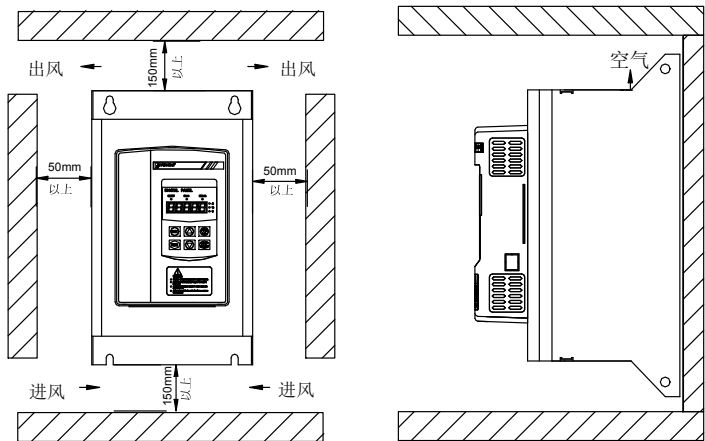
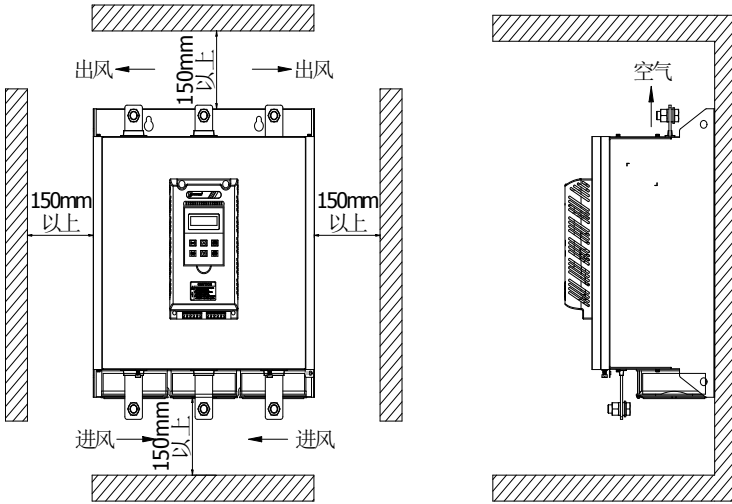
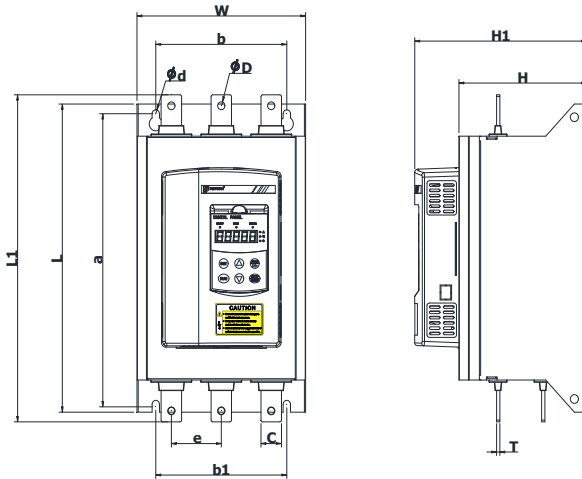
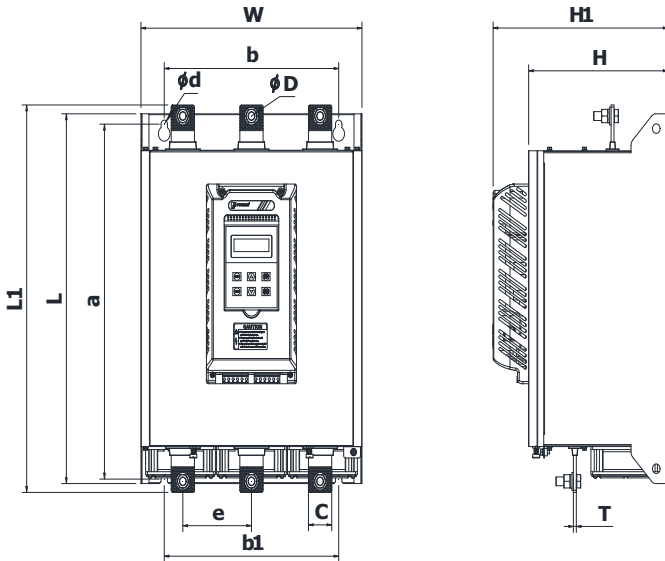

图 3-1 PR5300G3 11-115kW 安装要求
图 3-2 PR5300G3 132-500kW 安装要求
图 3-3 PR5300G3 11-115kW 外形与安装尺寸（机座号：F01-F02）
图 3-4 PR5300G3 132-250kW 外形尺寸 (机座号: F03)
- 安装方向与距离：为了确保软起动器在使用中具有良好的通风及散热条件，软起动器应垂直安装，并在设备四周留有足够的散热空间，如图 3.1、图 3.2，如图 3.3、图 3.4，图中为允许的最小距离。